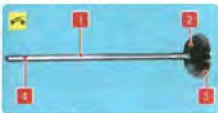

Рис. 5.8. Клапан: 1 – стержень; 2 – тарелка; 3 – фаска; 4 – проточка
23. Удалите нагар с клапанов и осмотрите их. Деформация стержня 1 (рис. 5.8) клапана и трещины на его тарелке 2 не допускаются. При наличии повреждений замените клапан. Проверьте, не слишком ли изношена и не повреждена ли рабочая фаска 3. Допускается шлифовка рабочей фаски клапанов (в ремонтных мастерских, располагающих соответствующим оборудованием). После шлифовки толщина цилиндрической части тарелки должна быть не менее 0,5 мм для впускных клапанов и не менее 1,0 мм – для выпускных. Незначительные риски и царапины на фаске можно вывести притиркой клапана к седлу (см. «Притирка клапанов», с. 87).